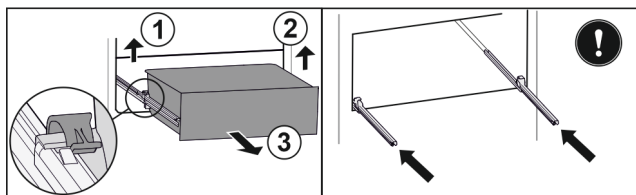

Fig. 101
- Повдигнете лявата скоба и едновременно с това изтеглете напред чекмеджето отляво. Fig. 101 (1)
- Повдигнете дясната скоба и едновременно с това изтеглете напред чекмеджето отдясно. Fig. 101 (2)
- Извадете чекмеджето напред. Fig. 101 (3)